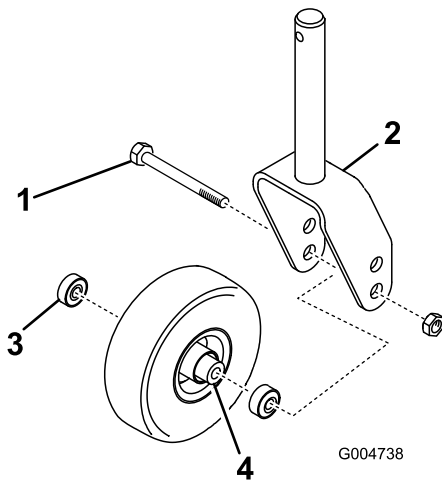
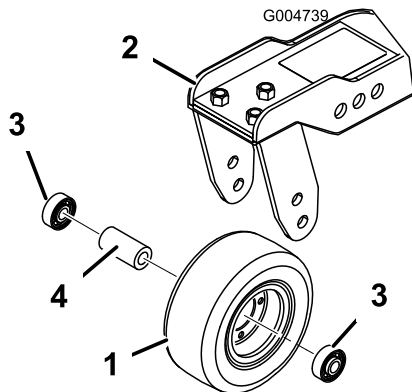

Figura 83
Figura 84
1. Retire la contratuerca del perno que sujeta el conjunto de la rueda giratoria entre la horquilla (Figura 83) o al brazo de pivote (Figura 84).
2. Retire el cojinete de la rueda y deje que se caiga el suplemento del cojinete (Figura 83 y Figura 84).